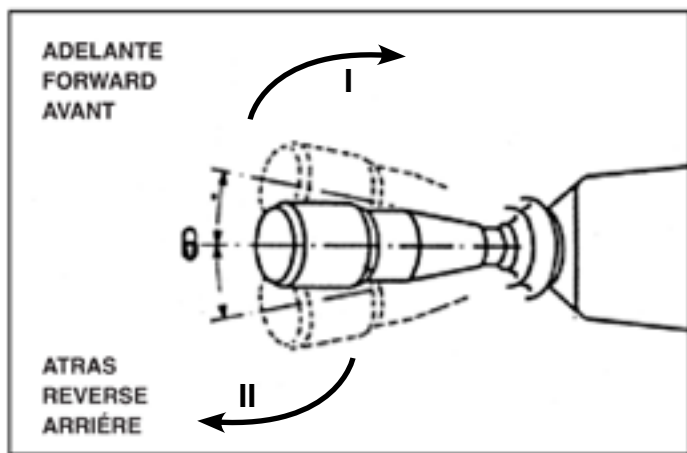

Fig. 5
- 2) Put the inverter lever 15, Fig. 1 into the desired gear according to the indications of the Fig. 5
- 2) Placer la commande de l'inverseur 15, Fig. 1 dans la position de marche désirée, en suivant les indications du Fig. 5.